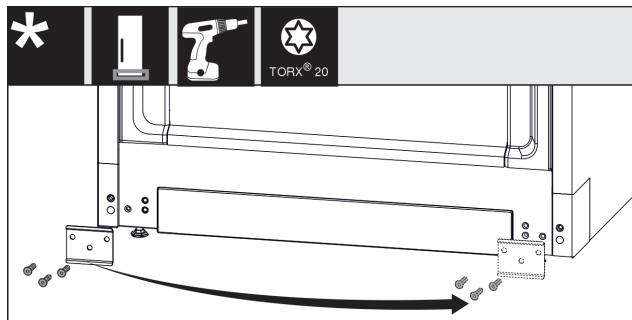

Fig. 16
- Csavarozza le a lemezt Fig. 16 (1), helyezze át a másik oldalra, és ismét csavarozza fel.